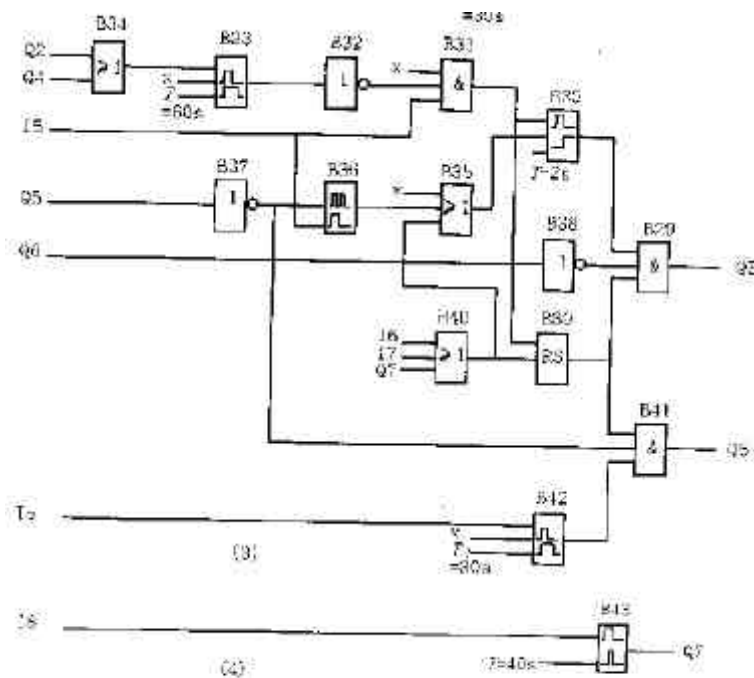

图 3 程序原理图
LOGO! 采用其特有的逻辑电路图形式编程，每台电动机的启动、停止及保护程序如图 3 所示，其中图(1)、(2)、(3)分别对应 3 台电动机的起停程序，图(4)为启动超时程序。整个程序不仅实现了电动机的启动、停止，而且还保证了 3 台电动机不能同时启动，并且有防止突然停电后再来电而误动作的保护功能。克服了启动瞬间与某台电动机有关的 3 个接触器同时动作的情况。此外，用户还可根据需要加装电动机保护器，让电动机多一层保护。
3.2程序原理(以图3(1)为例)